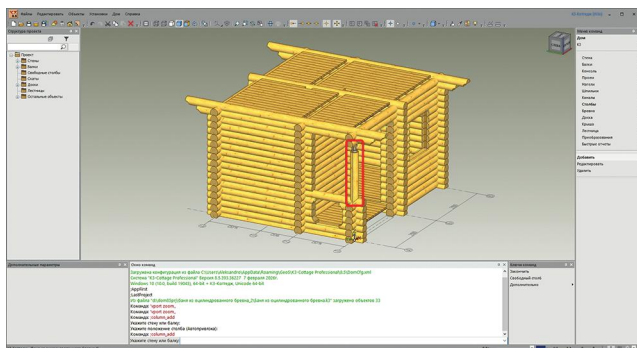

рис. 56
5. В стене 1 появится столб (см. рис. 56). Завершите работу команды, нажав кнопку **Esc**.